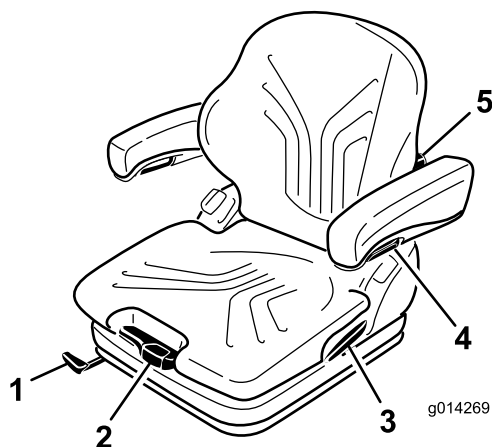

Figure 15
Vous pouvez régler le siège en fonction de votre poids en tirant ou en poussant le levier de réglage correspondant (Figure 15).
1. Soulevez le levier pour débloquer le siège (Figure 15).
En tournant le bouton de réglage vers le haut, vous pouvez régler le renflement de la partie supérieure du dossier. En tournant le bouton vers le bas, vous pouvez régler le renflement de la partie inférieure du dossier (Figure 15).
Pour régler la hauteur des accoudoirs, séparez le cache rond (Figure 15) du couvercle, desserrez l'écrou hexagonal (13 mm) qui se trouve derrière, réglez les accoudoirs à la position voulue puis resserrez l'écrou. Replacez ensuite le cache sur l'écrou.
Pour régler l'angle des accoudoirs, tournez le bouton de réglage (Figure 15).
Tirez sur le levier pour libérer le verrou du dossier (Figure 15). Lorsque le verrou est libéré, ne vous appuyez pas contre le dossier.